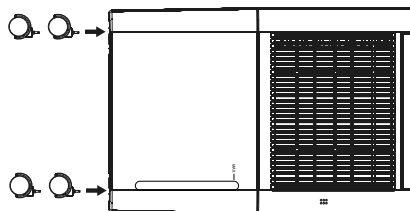

Fig. 1
- ◆ Inserire le rotelle ⑥ nei quattro fori presenti sul lato inferiore dell'apparecchio premendole finché non s'innestano completamente (vedere fig. 1).